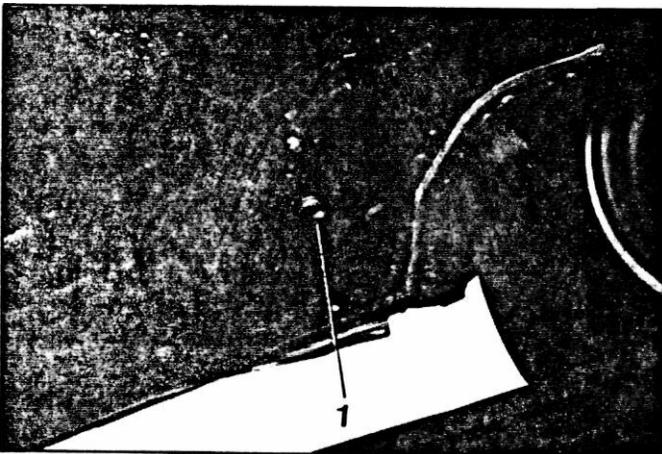

Abb. 18
11. Fussboden vorn (Abb. 18) (rechts und links)